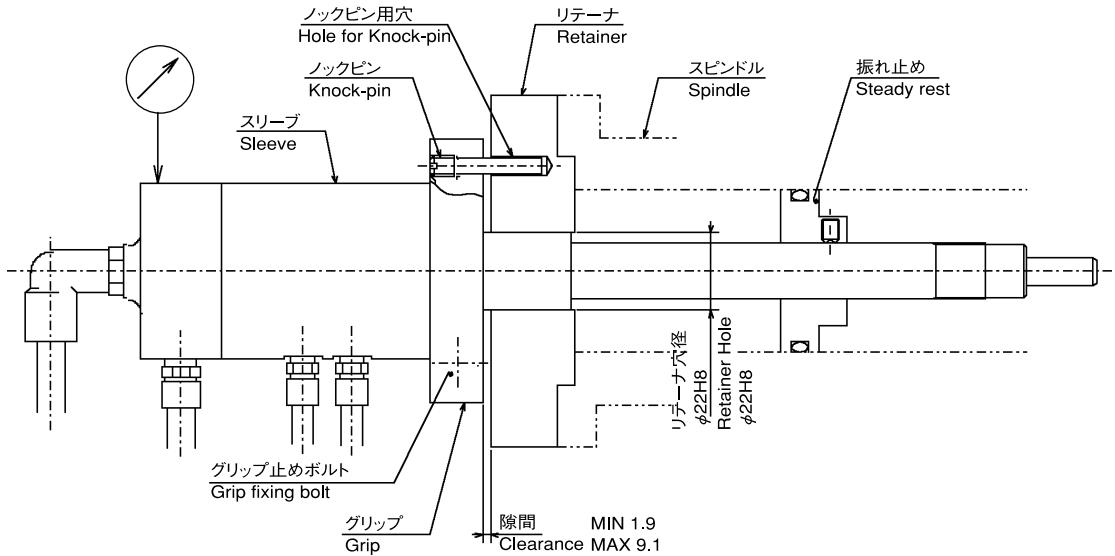

図3 Fig.3
- ① 作業前に必ず機械の主電源を切ってください。
- ② スピンドルにKPCチャックを取り付けてください。
- ③ スピンドルにリテーナを取り付けてください。
- ④ エアフィードチューブのノックピン(2ヶ所)を外してください。
- ⑤ エアフィードチューブをスピンドル内に挿入し、グリップを持って手で回しながらエアフィードチューブ先端のねじをチャックにねじ込んでください。(ねじ込む際は工具などで強く締め付けないでください。破損の原因となります)
- ⑥ グリップ止めボルトを緩め、リテーナとグリップのノックピン用穴の位相を揃えてください。ノックピン(2ヶ所)を締めこんでエアフィードチューブの回り止めとします。その後、再度グリップ止めボルトを締めてください。
- ⑦ 図3のように、スピンドルを手で回し、スリーブ後端の振れが0.12以下であることを確認してください。
7. As shown in Fig. 3, rotate the spindle by hand to check that the run-out at the back end of the sleeve is 0.12 or less.
- LR長さが600mm以上の場合、図3のように振れ止め止めを設けること。振れ止めを設けないと振動によりエアフィードチューブの破損を招く恐れがあり、チャックへのエア供給が遮断され、工作物が飛散し危険。
- When LR length is 600 mm or more, prepare the steady rest as shown as Fig.3. If the steady rest is not prepared, a feed tube may be damaged by vibration, this is dangerous as the workpiece will fly out.
- 旋盤主軸回転数を100~200min-1で回転させ(1分以上)、順次回転数を上げます。回転振動がある時は、チャックアダプタ及びリテナーの振れ(図2および図3)を再点検する必要があります。